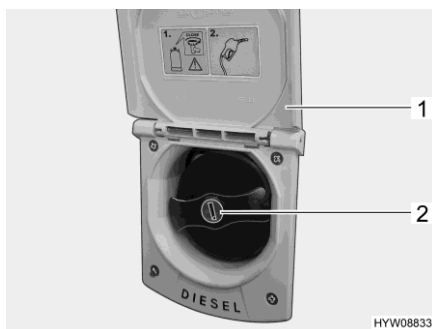

Fig. 41 Bocchettone di riempimento per il rifornimento di carburante
- Alzare lo sportello (Fig. 41,1) verso l'alto.
- Inserire la chiave nel cilindro della serratura (Fig. 41,2) e ruotare in senso antiorario.